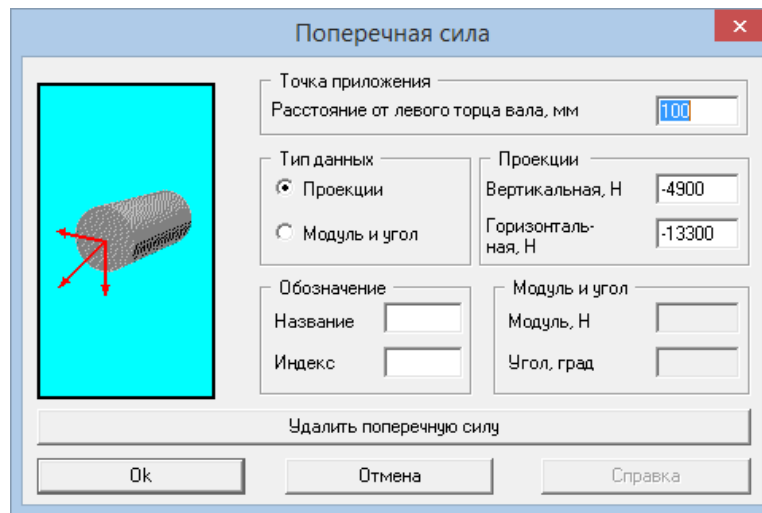

Рис. 6.9
3.2. Задание поперечных сил. Нажатием кнопки «**Поперечная сила**»  (меню **Задать/Поперечная сила**) переходим в режим задания радиальной силы и в поля ввода открывшегося диалогового окна «**Поперечная сила**» (рис. 6.9.) записываем параметры и обозначение силы. Рассмотрим задание радиальных сил F_{r1} и F_{r1} .